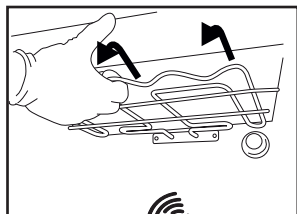
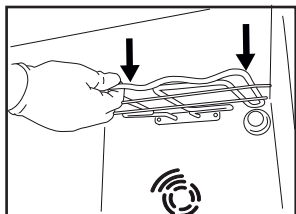

Abb. 1
Abb. 2
2. Ziehen Sie das Heizelement etwas nach vorn (Abb. 1) und senken Sie es anschließend ab (Abb. 2).